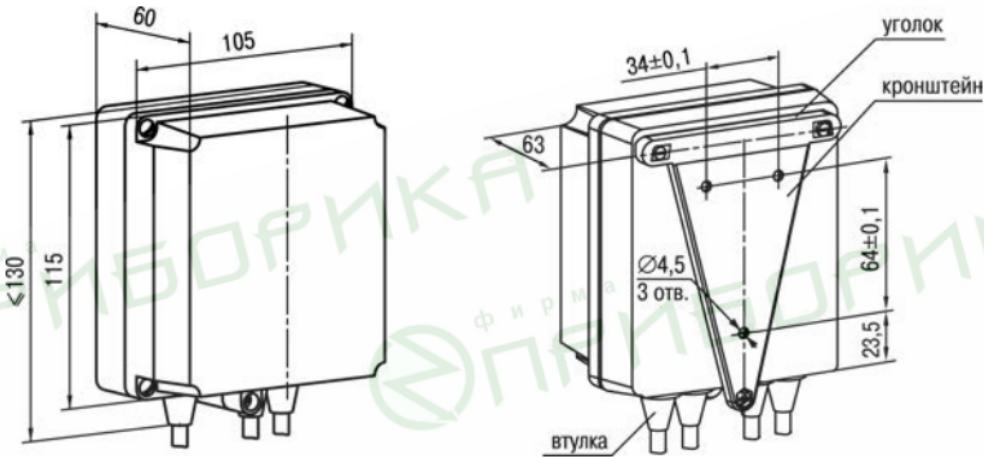

Рисунок 4.2 – Габаритные размеры корпуса Н
1. Закрепить кронштейн тремя винтами M4 × 20 на поверхности, предназначной для установки прибора (см. рисунок 4.2).